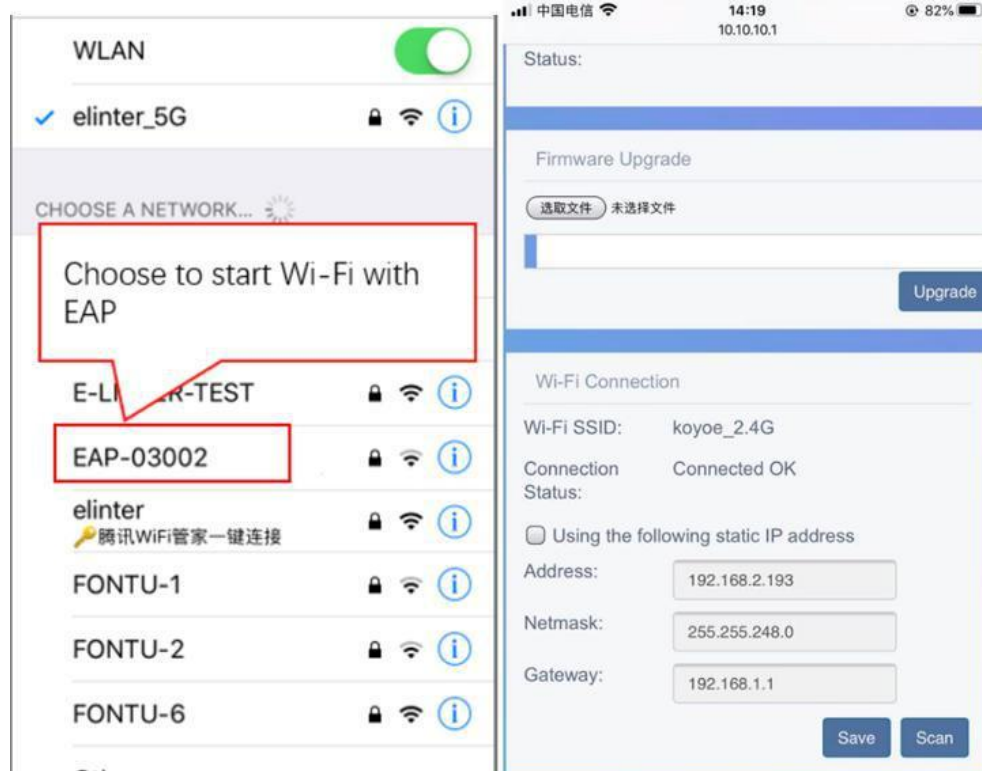

Abbildung 11-3
- 1) Schalten Sie das mobile WLAN ein, wählen Sie den Hotspot des WLAN-Moduls und geben Sie das Passwort ein: 12345678 (beginnt mit dem EAFI-Modul). Öffnen Sie den mobilen Browser und geben Sie 10.10.10.1 ein, um die Konfigurationsseite des WLAN-Moduls aufzurufen. Die Methode ist in Abb. 11-3 dargestellt.